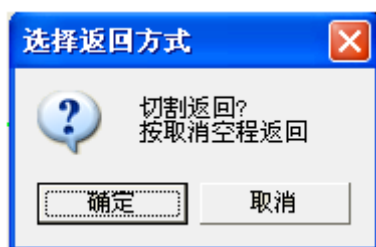

图 3-5 返回停车点提示
- 切割过程中按 F10 暂停切割的话，系统会跳出对话框提示切割返回还是空程返回，如下图 3-5 所示。按“取消”键返回至停车点再点火前进，按“确定”键在当前位置点火返回。